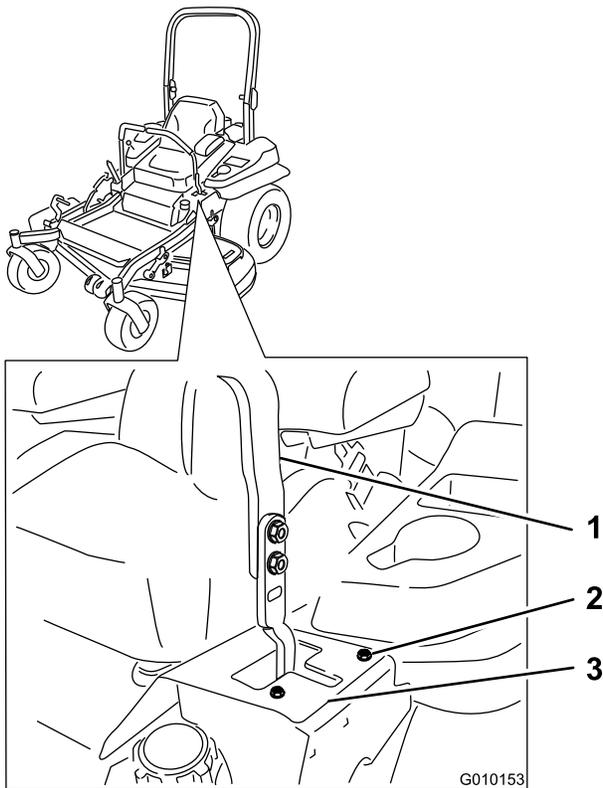

Figure 51
6. Si la machine se déporte à droite, desserrez les boulons et déplacez la plaque de butée gauche en arrière sur la fente en T gauche, jusqu'à ce qu'elle se déplace en ligne droite (**Figure 51**).
7. Si la machine se déporte à gauche, desserrez les boulons et déplacez la plaque de butée droite en arrière sur la fente en T droite, jusqu'à ce qu'elle se déplace en ligne droite (**Figure 51**).
8. Serrez les boulons de la plaque (**Figure 51**).